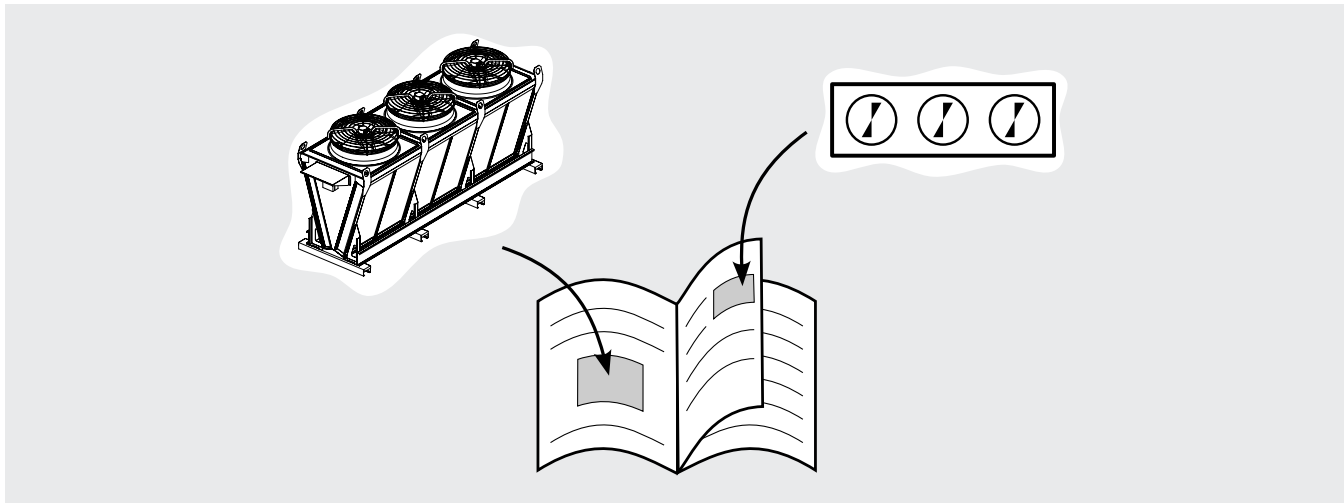

Abbildung 2
3.2 Die Abbildungen in diesem Dokument zeigen immer ein allgemeines einreihiges V-Modell mit 3 motorisierten Ventilatoren: dies ist eine rein illustrative grafische Darstellung. Siehe Abbildung 2.